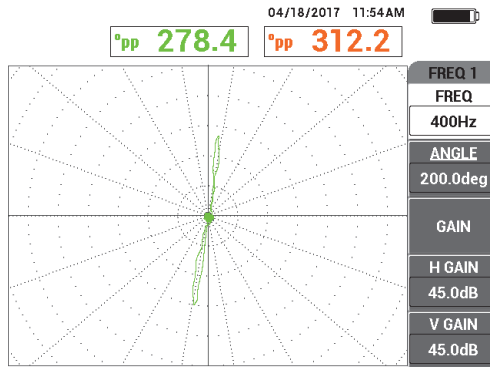

図 5-192 貫通穴のスキャン
3. 貫通穴の信号が表示されるまでチューブをゆっくりスキャンして、フリーズキーを押します (✳) [267 ページの図 5-192 参照]。